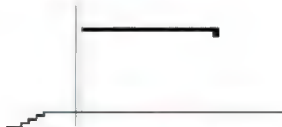

图 4.93 绘制室外台阶
- (4) 在指定起点宽度: 0.0000 : 提示下, 输入 “80” 后按 Enter 键。
- (5) 在指定端点宽度: 80.0000 : 提示下, 按 Enter 键。
- (6) 在指定下一个点或 [圆弧(A)/半径(R)/长度(L)/放弃(U)/宽度(W)]: 提示下, 将光标水平向左拖动, 输入 “1710” (1710 = 1500 + 210) 后按 Enter 键。
- (7) 在指定下一个点或 [圆弧(A)/半径(R)/长度(L)/放弃(U)/宽度(W)]: 提示下, 将光标垂直向下拖动, 输入 “150” 后按 Enter 键。
- (8) 在指定下一个点或 [圆弧(A)/半径(R)/长度(L)/放弃(U)/宽度(W)]: 提示下, 将光标水平向左拖动, 输入 “300” 后按 Enter 键。
- (9) 重复 (7) ~ (8) 步直至如图 4.93 所示的状态。